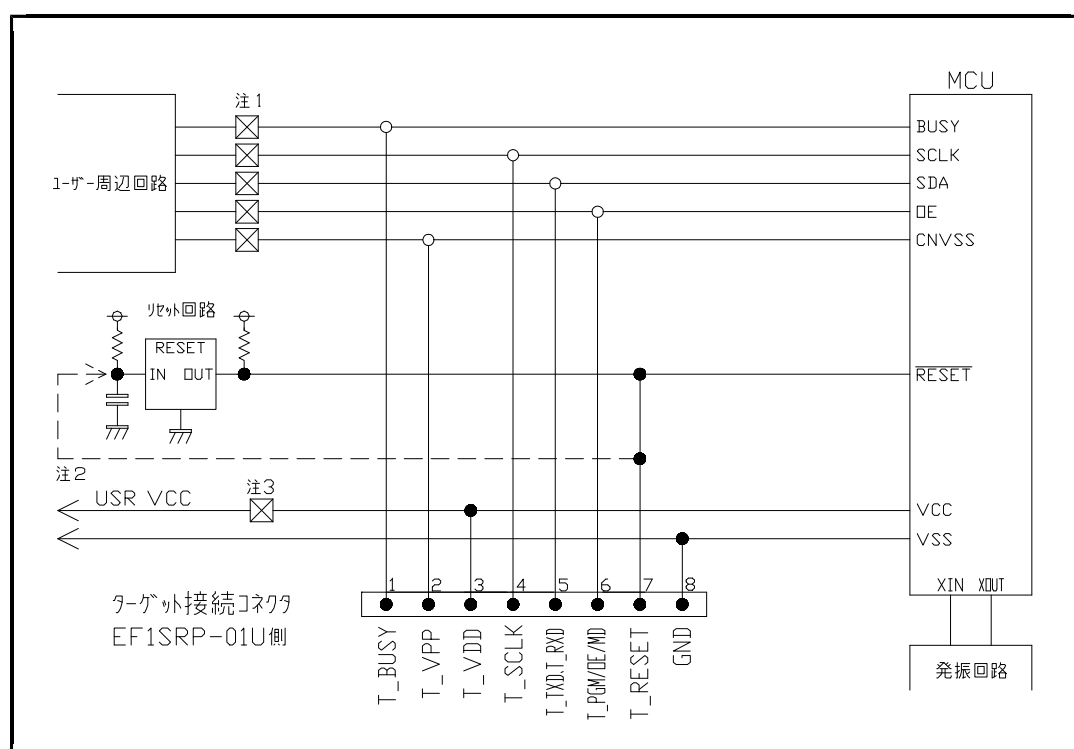

図 4 . 1 ターゲット M C U 周辺回路例
(1) 7 7 0 0 シリーズをご使用される場合のターゲット M C U 周辺回路例を図 4 . 1 に示します。